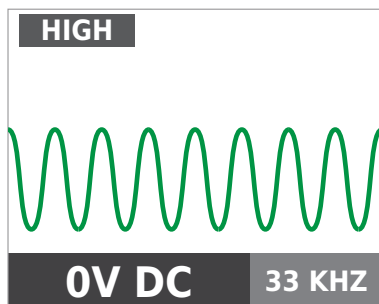

Figura 3.3b
3. Selecione o modo de sinal ALTO para a maioria das aplicações. O visor será apresentado tal como na Figura 3.3b